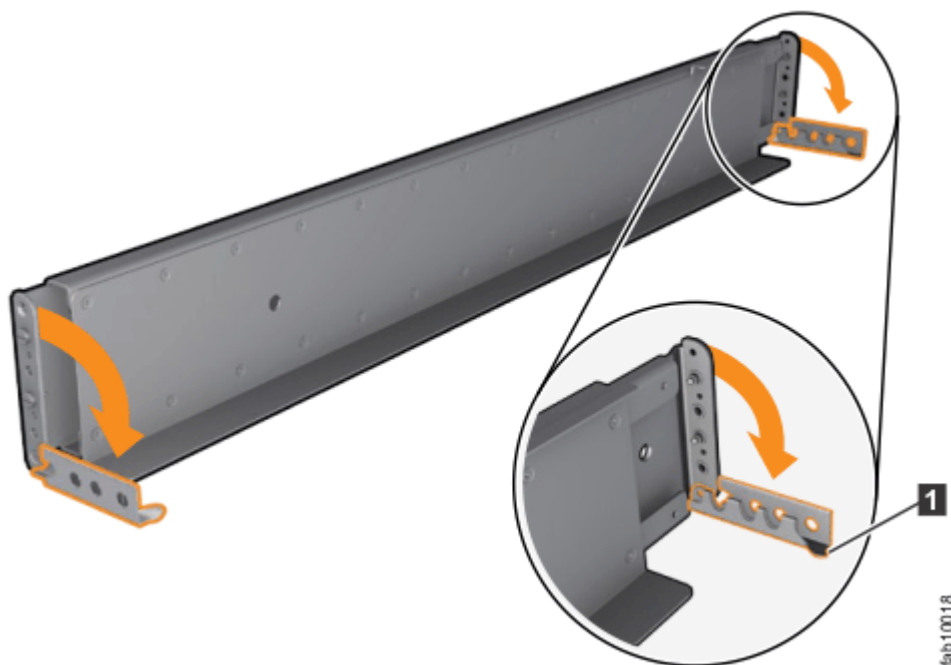

Figura 38. Abrindo os suportes da dobradiça
6. Em cada extremidade do trilho, segure a guia **1** e puxe *firmemente* para abrir o suporte da dobradiça (consulte Figura 38 na página 34).